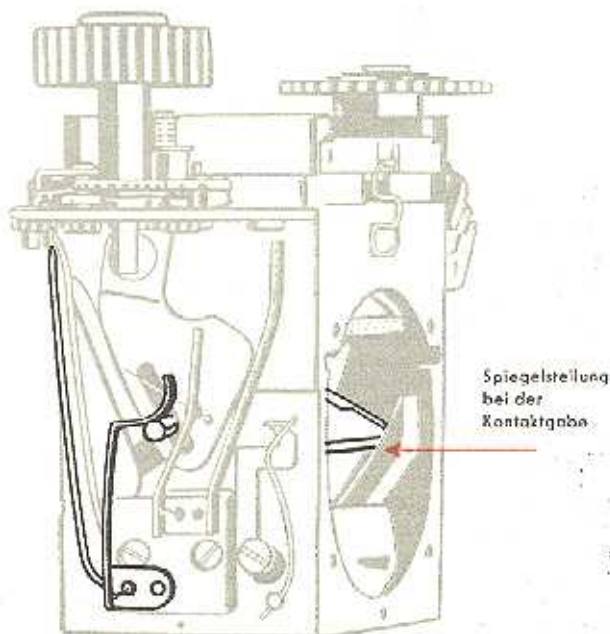

Abb. 7
- dd) Erste Verschußklappe mit Finger festhalten, Verschuß auslösen und erste Verschußklappe langsam ablaufen lassen, dabei muß der F-Kontakt, wie in Abb. 7 eingezeichnet, zünden. Ist dies nicht der Fall, so muß die Kontaktfeder am Isolierstück II dementsprechend gebogen werden.